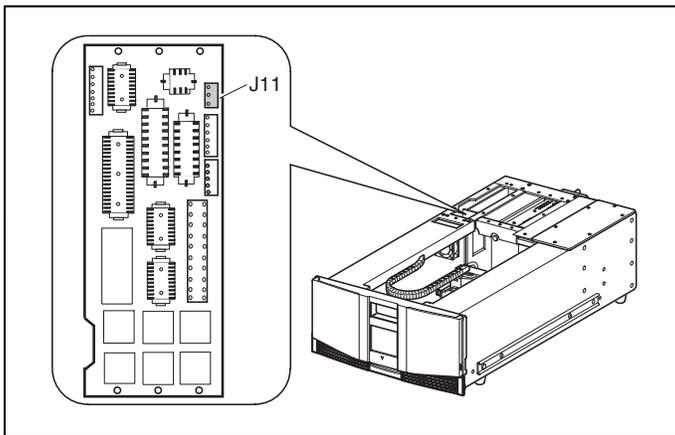

Figura 6: Ubicación de J11
11. Conecte el conector de 3 pines del ventilador de repuesto del alojamiento para tarjetas a la placa posterior de este alojamiento en la ubicación J11. Consulte la Figura 6.